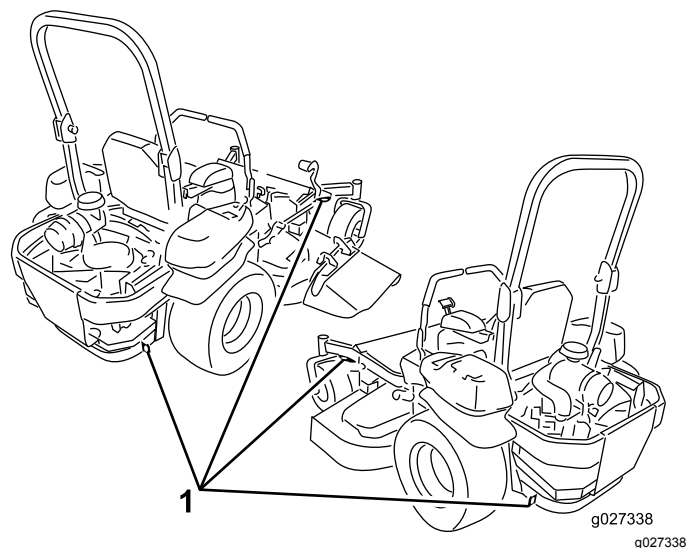

Figure 34
5. Servez-vous des points d'attache en métal de la machine pour l'arrimer solidement sur la remorque ou le véhicule de transport au moyen de sangles, chaînes, câbles ou cordes (Figure 34).